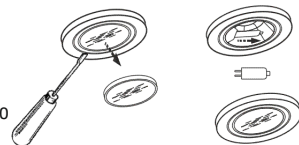

рис. 12
8.6 Замена галогенной лампы (рис. 12) :